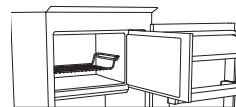
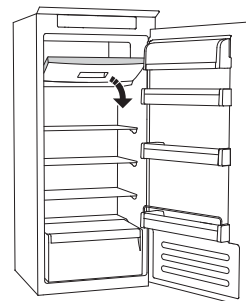

Figura 1
Figura 2
- arrume os alimentos na grelha, se existir (figura 1), ou diretamente no fundo do compartimento (figura 2)
- coloque os alimentos no meio do **\*\*\*** compartimento sem que estes entrem em contacto com alimentos já congelados, mantendo uma distância de cerca de 20 mm (figura 1 e 2).
O SISTEMA STOP FROST (disponível consoante o modelo) facilita o processo de descongelação do compartimento do congelador. O acessório STOP FROST (figura 1) foi desenhado para recolher algum do gelo que se forma no compartimento do congelador e pode ser facilmente retirado e limpo, reduzindo assim o tempo necessário para descongelar o interior do compartimento do congelador.
- Abra a porta do compartimento do congelador e retire a gaveta superior (figura 2).
A ventoinha está predefinida para ON (ligada). Para ligar/desligar a ventoinha, faça o seguinte: Carregue no botão da luz conforme representado na figura 2. A luz apaga-se. Sem soltar o botão da Luz, mantenha também premido o botão "TEMP" conforme indicado na figura 3. A luz pisca apenas uma vez se a ventoinha estiver OFF (desligada), ou pisca 3 vezes se a ventoinha estiver ON (ligada). Se a temperatura ambiente exceder os 27°C, ou se aparecerem gotas de água nas prateleiras de vidro, é essencial que a ventoinha seja ligada para assegurar a preservação adequada dos alimentos. Desativar a ventoinha permite otimizar o consumo de energia.
Para ligar/desligar a ventoinha, faça o seguinte: Carregue no botão da luz conforme representado na figura 2. A luz apaga-se. Sem soltar o botão da Luz, mantenha também premido o botão "TEMP" conforme indicado na figura 3. A luz pisca apenas uma vez se a ventoinha estiver OFF (desligada), ou pisca 3 vezes se a ventoinha estiver ON (ligada). Se a temperatura ambiente exceder os 27°C, ou se aparecerem gotas de água nas prateleiras de vidro, é essencial que a ventoinha seja ligada para assegurar a preservação adequada dos alimentos. Desativar a ventoinha permite otimizar o consumo de energia.